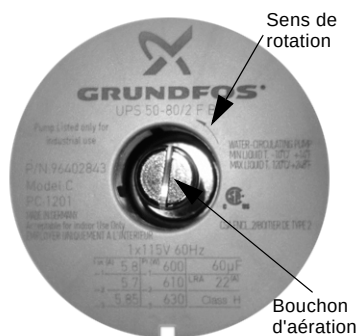

Fig. 11 Bouchon d'aération et sens de rotation
4. Faites démarrer brièvement puis arrêtez la pompe et observez le sens de rotation de l'arbre. L'arbre doit tourner dans le sens antihoraire tel qu'indiqué sur la plaque signalétique (voir la fig. 11).